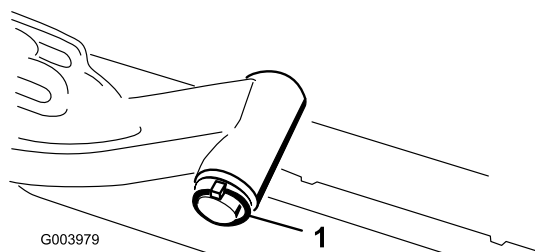

Figura 18
- A. Togliete la coppiglia ad anello e la rondella che fissano l'albero di articolazione al braccio di sollevamento ed estraete l'albero dal braccio di sollevamento (Figura 18).
C. Inserite l'albero del braccio di sollevamento nel braccio di sollevamento e fissatelo con la rondella e la coppiglia ad anello (Figura 18).